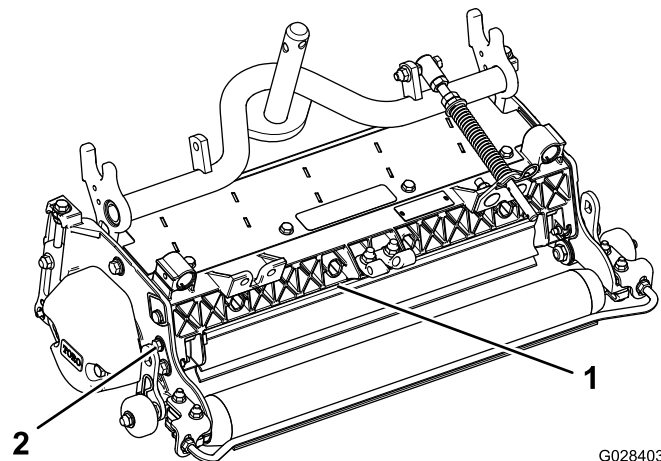

图10
1. 松开挡草罩枢轴上的螺栓（图10）。
2. 将挡草罩旋转至所需设置，然后拧紧螺栓（图10）。